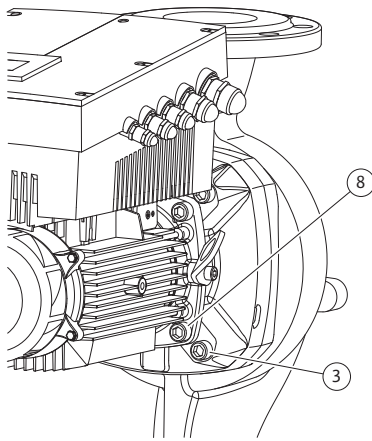

Fig. 49: Опціональне закріплення модуля
11. Розкрутити і зняти гвинти (Fig. 7, п. 3). Залежно від типу насоса зняти зовнішні гвинти (Fig. 49, п. 3). Модуль (див. Fig. 13) після зняття гвинтів залишається у безпечному положенні у корпусі насоса, і навіть за горизонтального розташування вала двигуна не ризикує перекинутися.
16. Залежно від типу насоса послабити гвинти (Fig. 7, п. 10) або, у іншому випадку, гвинти (Fig. 49, п. 8).
22. Ліхтар насунути на вал і розмістити згори (або у іншому бажаному положенні) під кутом до фланця двигуна. При цьому слід дотримуватися монтажних положень щодо кожного компонента (див. главу 7.1 «Допустимі монтажні положення й зміна розташування компонентів перед установкою» на сторінці 21). Ліхтар закріпити гвинтами (Fig. 7, п. 10) **або** — у випадку такого типу насоса/ліхтаря як на (Fig. 49) — гвинтами (Fig. 49, п. 8) на фланці двигуна.